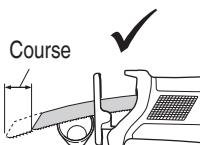

Fig. 15
- Sélectionner une lame de la longueur appropriée. Idéalement, la longueur qui ressort du socle de la lame après soustraction de la distance de course doit être plus grande que le matériau (voir Fig. 15 et Fig. 17.)